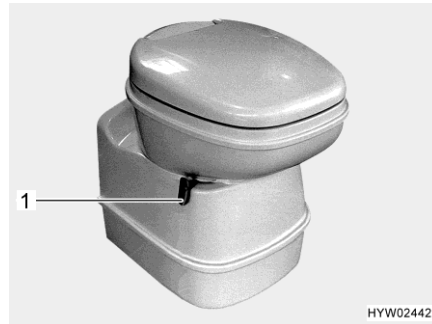
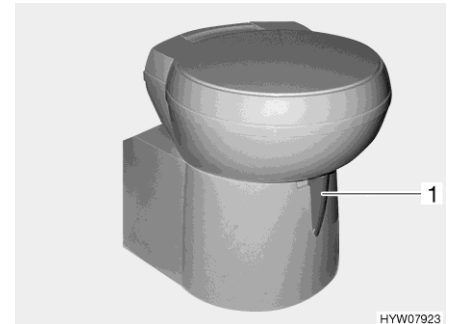

Fig. 281 Taza del inodoro Thetford, basculable
Fig. 282 Taza del inodoro Thetford, basculable (alternativa)
- Antes del lavado, abrir la corredera del inodoro Thetford. Para ello, empujar la palanca de corredera (Fig. 281,1 ó Fig. 282,1) en sentido contrario a las agujas del reloj.